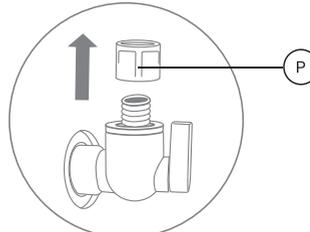
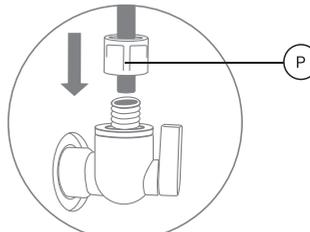

Рис. 26
Рис. 27
5. Подключите синюю пластиковую трубку, идущую от фитинга-тройника угольного постфильтра к вентилю (П) накопительного бака: открутите накидную гайку (Р) (рис. 26, проденьте пластиковую трубку (рис. 27) в отверстие накидной гайки (Р), чтобы трубка вышла на 10...20 мм с другой стороны, установите трубку в резьбовой разъем вентиля, плотно закрутите накидную гайку (Р) по резьбе (рис. 27).